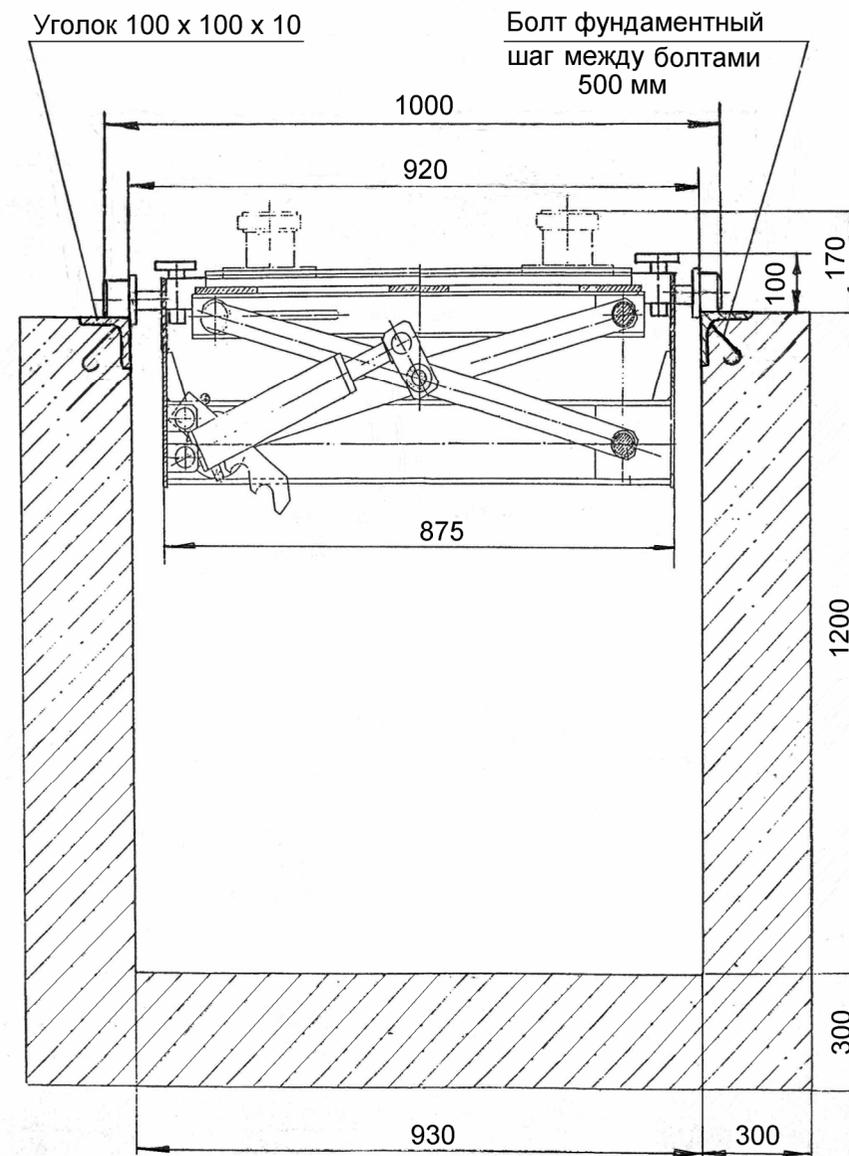

Рис. 3. Монтаж подъемника ПНК-1
6.1.1. Монтаж подъемника ПНК-1 производится в соответствии с монтажным чертежом приведенном на Рис.3.